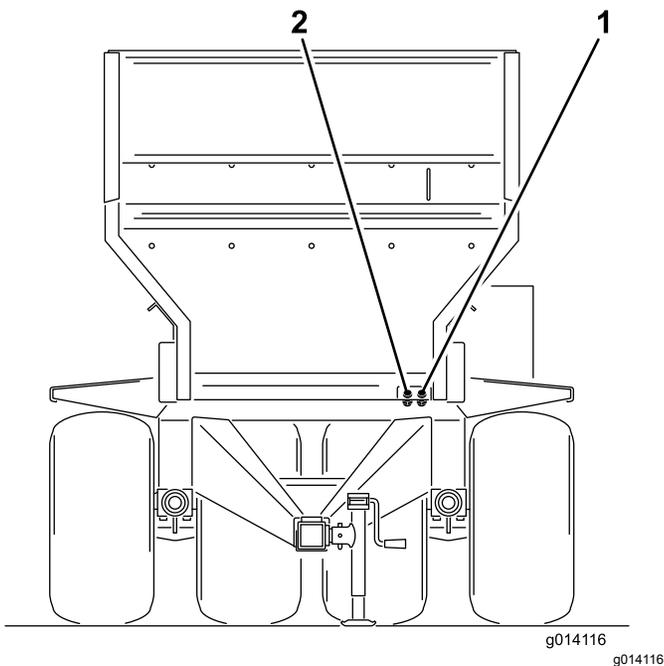

Figura 20
6. Ligue os dois tubos hidráulicos da máquina ao veículo de reboque. De frente para máquina, ligue o tubo direito ao lado da pressão e o tubo esquerdo ao lado do retorno (*Figura 20*). O tubo de retorno possui uma válvula de verificação unidirecional. A seta na válvula antidrenagem deve estar virada para o conector de retorno do veículo de reboque.